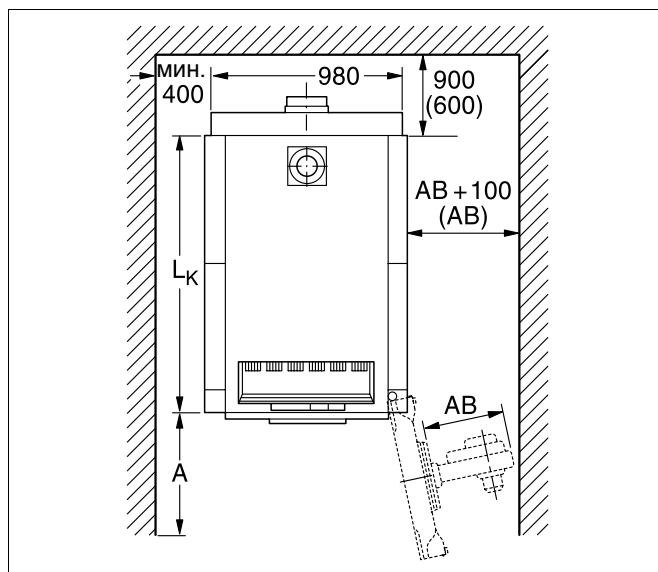

Рис. 6 Помещение для установки котла (размеры в мм)
- Соблюдайте рекомендуемые расстояния от стен, необходимые для открывания дверцы горелки, а также для удобства проведения монтажа, чистки и технического обслуживания (см. рис. 6 и нижеприведенную таблицу).
При размере А (рис. 6) меньше рекомендуемого, невозможно проводить чистку котла при помощи предлагаемого комплекта щеток. Как вариант, мы предлагаем использовать устройство меньшего размера (длиной примерно 1 м) или производить влажную чистку.
- При сооружении фундамента учитывайте, в какую сторону открывается дверца с горелкой (левая – правая навеска дверцы, рис. 6, стр. 15).